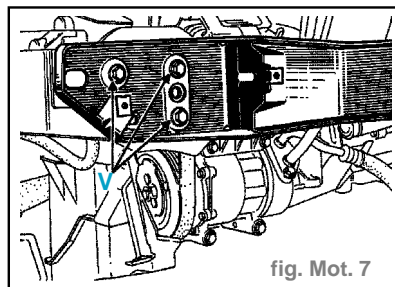

fig. Mot. 7
- les vis de fixation (V) de la traverse inférieure. (fig. Mot. 7)